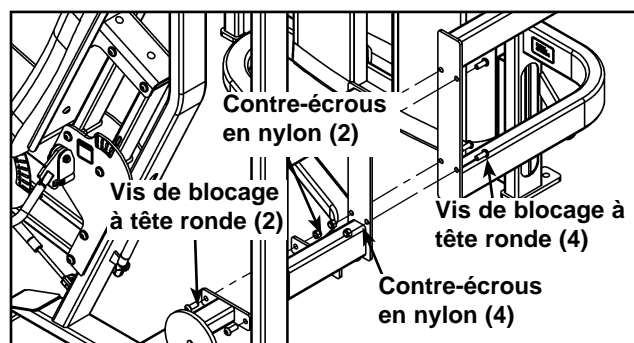

Figure 4
- J. En vous faisant aider, retirez avec précaution les six vis de blocage à tête ronde fixant les deux moitiés du châssis. Reportez-vous à la figure 4.
- L. En vous faisant aider, assemblez les deux moitiés avec précaution à l'aide des six vis de blocage à tête ronde retirées à l'étape 4J. Reportez-vous à la figure 4.